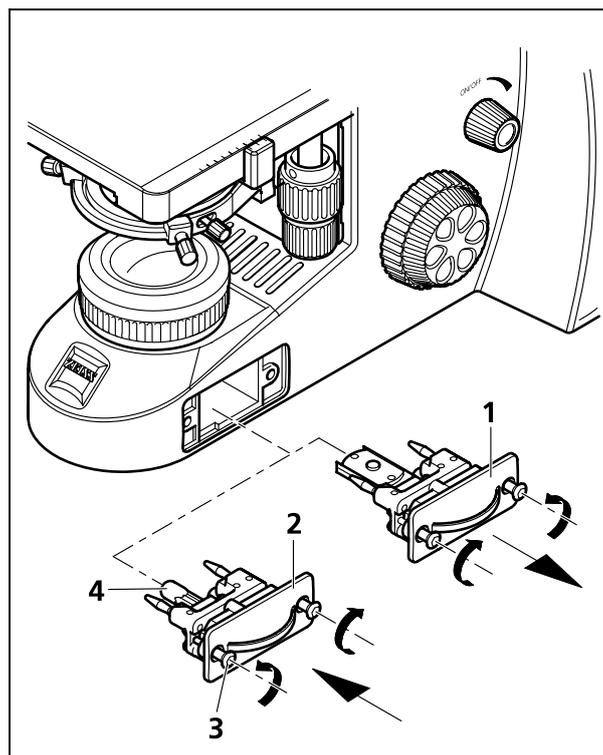

Рисунок 13 Смена галогенной лампы 6В/30Вт и светодиодного осветителя
- Ослабить оба стопорных винта (Рисунок 13/3) осветительного модуля (Рисунок 13/1 и 2 соответственно). При этом каждый винт слегка надавить к пружине и повернуть его на 90°: левый винт по часовой стрелке, правый винт против часовой стрелки.
- Вынуть осветительный модуль (Рисунок 13/1 и 2 соответственно) из штатива.
- Если штатив оснащен галогенной лампой 6В/30Вт (Рисунок 13/2), вытащить галогенную лампу (Рисунок 13/4) из держателя и вставить новую. Не дотрагиваться руками до новой галогенной лампы, так как это сократит её срок службы.
- Если штатив оснащён светодиодом, заменить осветительный модуль полностью, включая светодиод (Рисунок 13/1).
- Вдвинуть держатель (Рисунок 13/1 и 2 соответственно) в штатив и зафиксировать его обоими винтами (Рисунок 13/3). При этом слегка надавить каждый винт к пружине и повернуть его на 90°: левый винт против часовой стрелки, правый винт по часовой стрелке.